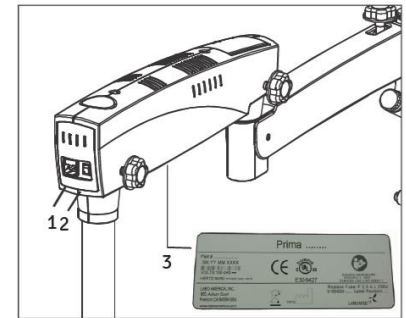

Figura 41
1. Conecte el cable de alimentación a la toma de entrada de CA (1) provista en la parte posterior del brazo giratorio como se muestra en la figura 41. Encienda la unidad mediante el interruptor de encendido/apagado (2).
Se encuentra en la parte posterior del brazo giratorio. Consulte la figura 41. En la posición "1", el microscopio está encendido y el ventilador de enfriamiento comienza a funcionar.